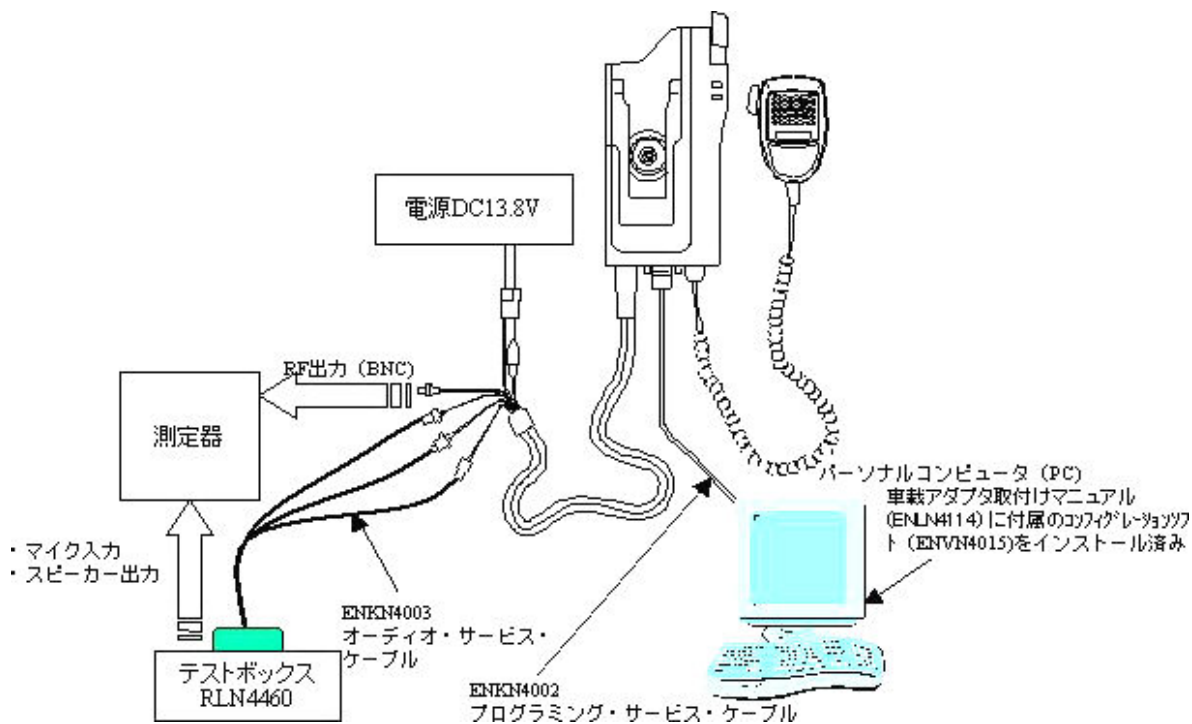

図1. 車載アダプタの内部設定変更治具の接続
- 図 1 のように電源、プログラミング・サービス・ケーブル(ENKN4002)を經由して PC と車載アダプタを接続します。
1. 図 1 のように電源、プログラミング・サービス・ケーブル (ENKN4002) を経由して PC と車載アダプタを接続します。